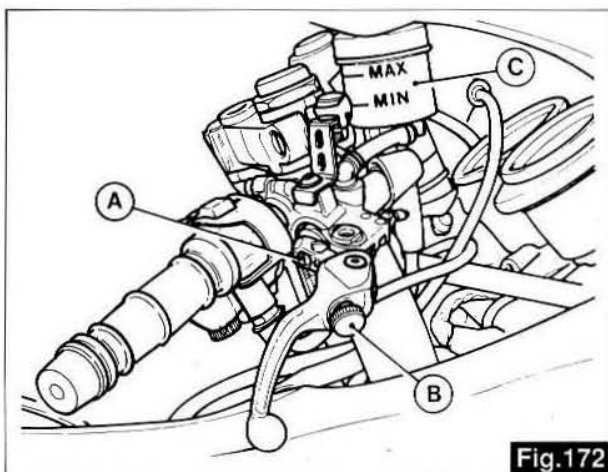
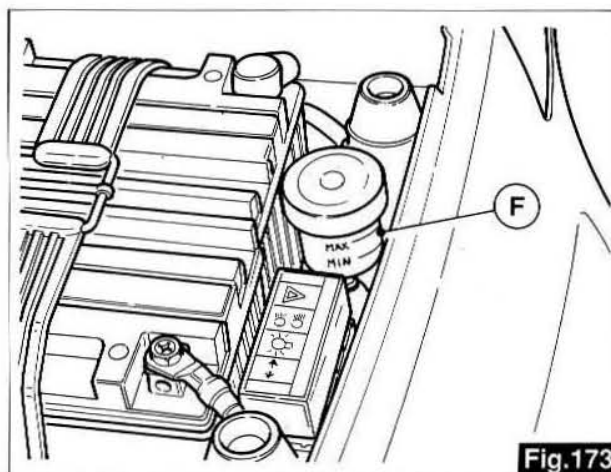

Fig.172
Fig.173
## 18.2 CONTRÔLE DU NIVEAU D'HUILE DANS LES RÉSERVOIRS (figures 172 et 173)
**1** Vérifiez fréquemment le niveau du fluide dans le réservoir avant «C» fig.172 et dans celui arrière «F» fig.173. Ce niveau ne doit jamais descendre en-dessous du repère de minimum gravé dans les réservoirs.
## 18.2 KONTROLLE BREMSFLÜSSIGKEITSSTAND IN DEN TANKS DER BREMSZYLINDER (Abb.172 und 173)
**1** Häufig den Bremsflüssigkeitsstand im Behälter vorne «C» auf Abb.172 und hinten «F» auf Abb.173 kontrollieren. Dieser Flüssigkeitsstand darf nie unter den auf den Behältern angegebenen Mindestpegel absinken.